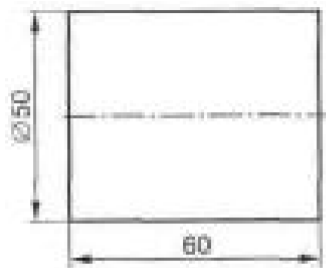

Рис. 37
7. Построить диметрическую проекцию цилиндра (рис. 37).